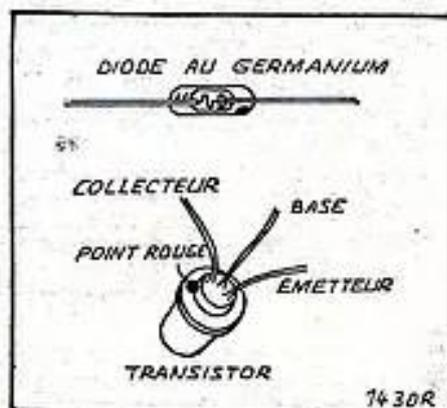

FIG. 5
Pour le reste, vu le peu de connexions, il suffit de s'en référer au texte qui suit, paragraphe par paragraphe, en correspondance avec les figures 2-3-4. Rien de compliqué donc. Le paragraphe 5 fournit de précieuses indications pour le branchement de la diode et du transistor (figure 5). Suivez les quelques recommandations et vous aurez, par vous-même, réalisé un véritable récepteur qui fonctionne.
5° Connecter le germanium côté point rouge (fig. 5) à la cosse du stator du CV (3) et prolonger la connexion en l'isolant avec du soupliso jusqu'à la douille « antenne 1 ».